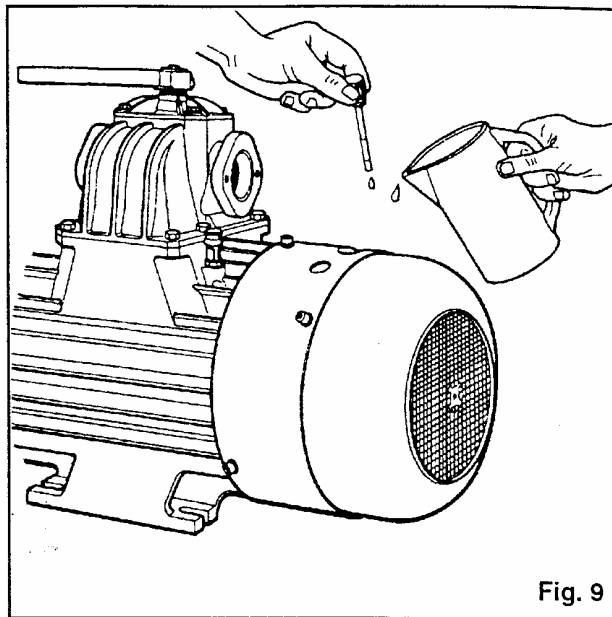
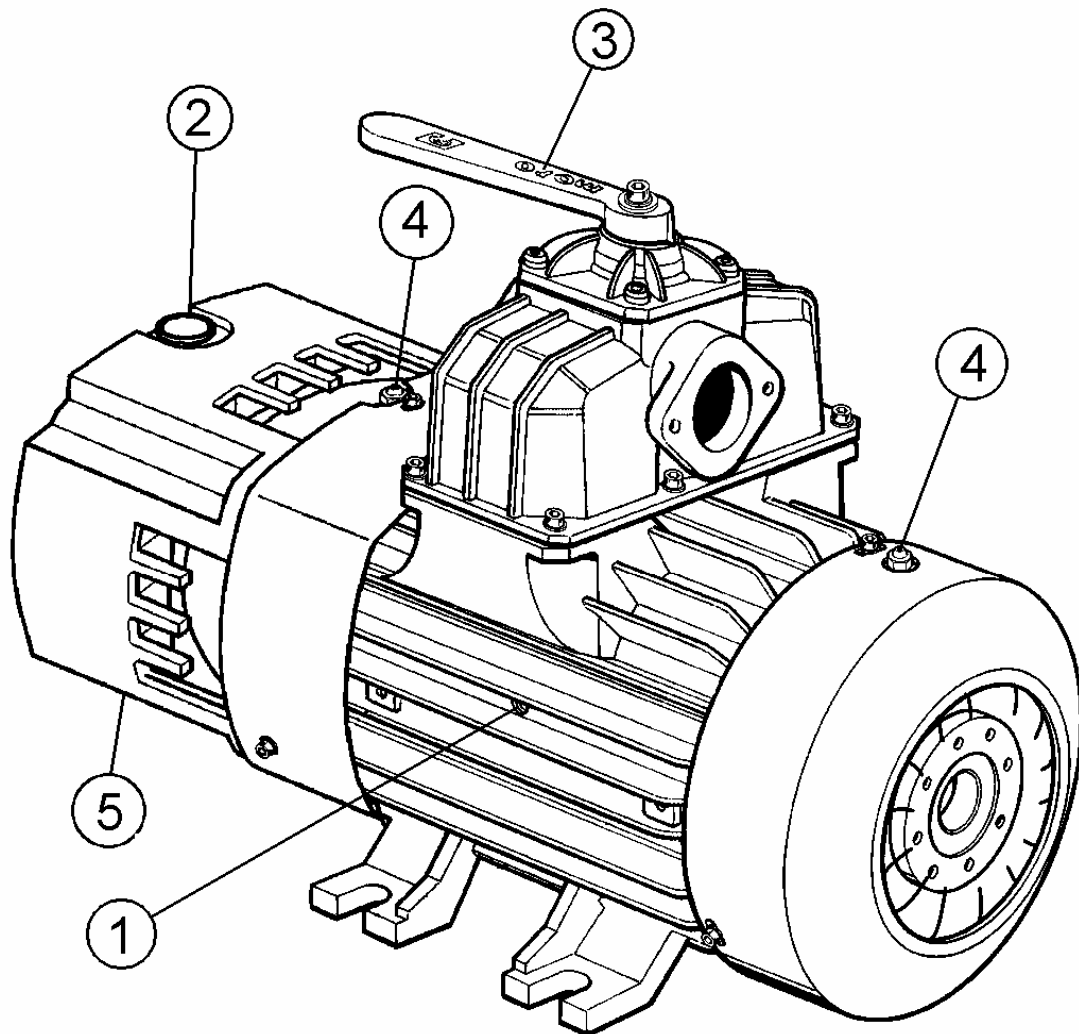
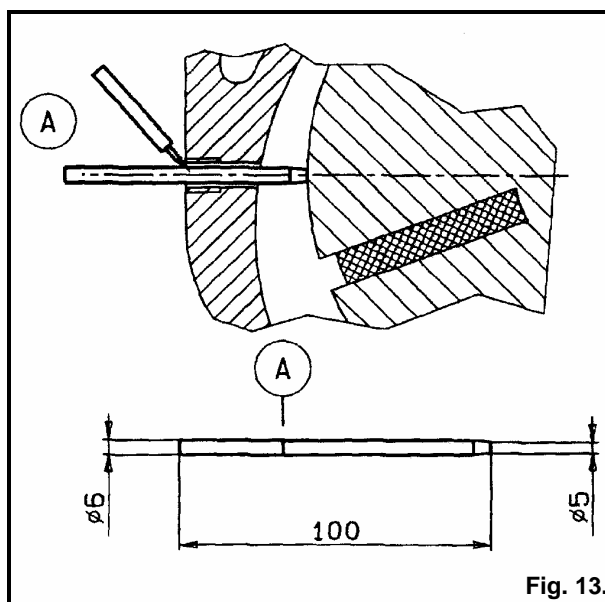
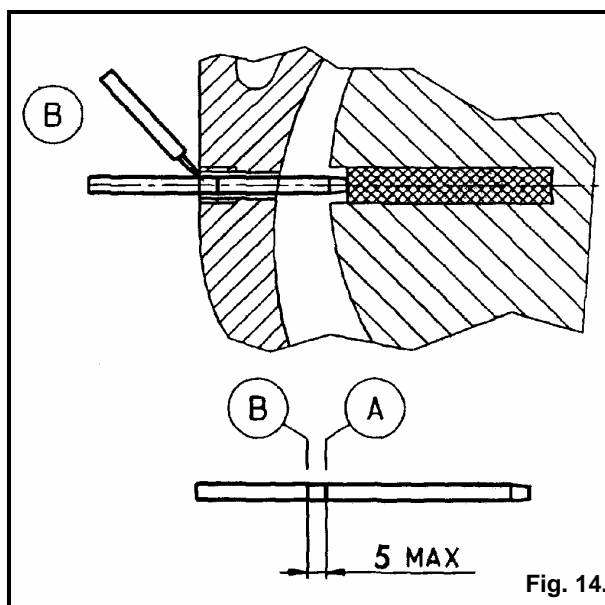

Fig. 9
Fig. 11
Fig. 13.
Fig. 14.
| <p style="text-align: center;">LUBRICANTS</p> <p> The vacuum pump is supplied without oil. Fill it before use. (See table of technical characteristics on page 5).</p> <p>Lubricate the front and rear bearing through the grease nipple (Fig. 11 pag.19) ,with 2 gr of grease every 100 hours).</p> <p>Check the level of the disposable oil in the vacuum pump from time to time by means of the dipstick (fig.9).</p> <p>Additional lubrication. 1 - Vacuum pump. 2 - Extra tank. 3 - Tap. 4 - Pipe. To allow correct lubrication of the vacuum pump even in the first minutes of cold operation, it is advisable to install an extra external oil container and to connect it to the pump intake by means of a pipe with a tap. Turn on the tap and let about 0.2 -0'. 3 kg of oil flow freely into the pump, then turn off the tap. This procedure must also be followed when the pump is expected to be working under pressure for periods of more than 10 minutes.</p> <p>This procedure must also be followed when the pump is expected to be subject to extreme operating conditions:</p> <ul style="list-style-type: none"> • surrounding temperature 35°C • suction or compression of aggressive substances | <p style="text-align: center;">LUBRIFIANTS</p> <p> La pompe à vide est fournie sans huile. Il faut donc effectuer le remplissage de l'huile avant de l'utiliser (Voir tableau des données techniques page 5).</p> <p>Graissage le roulement avant et arriere (Fig. 11 pag.19), (utiliser environ 2 gr de graisse toutes les 100 heures).</p> <p>Contrôler régulièrement le niveau d'huile du réservoir de la pompe à vide à l'aide de la jauge prévue à cet effet (fig.9).</p> <p>Lubrification additionnelle. 1 - Pompe à vide. 2 - Réservoir additionnel. 3 - Robinet. 4 - Tube. Afin de permettre une lubrification correcte de la pompe à vide également durant les premières minutes de fonctionnement à froid, il est conseillé d'installer un récipient supplémentaire externe d'huile et de le relier à un tube ayant un robinet à l'aspiration de la pompe. Ouvrir le robinet et laisser couler librement environ 0,2 □ 0,3 kg. d'huile dans la pompe puis refermer le robinet. Il est également important de prendre cette précaution lorsqu'on prévoit des périodes de fonctionnement à des pressions supérieures à 10 minutes.</p> <p>Cette perspicacité doit être utilisée aussi quand on prévoit emplois lourdes pour la pompe :</p> <ul style="list-style-type: none"> • température extérieure 35°C • aspiration ou compression de substances agressives | <p style="text-align: center;">SCHMIERMITTEL</p> <p> Die Vakuumpumpe wird ohne Öl geliefert und muß vor dem Einsatz folglich aufgefüllt werden. (Siehe Technische Daten Seite 5).</p> <p>Von Zeit zu Zeit Schmierien Sie in den Punkte, die in Fig. 11, Seite 19 gezeigt sind (2 Gr Schmierfett jede 100 Betriebsstunde).</p> <p>Den Stand des Verbrauchsöls der Vakkumpumpe regelmäßig mit Hilfe des Meßstabs kontrollieren (Abb.9).</p> <p>Zusätzliche Schmierung. 1 - Vakuumpumpe. 2 - Zusatztank. 3 - Hahn. 4 - Rohr. Um auch während der ersten Minuten des kalten Betriebs die korrekte Schmierung der Vakuumpumpe sicherzustellen, empfiehlt es sich außen ein zusätzliches Ölgefäß zu installieren und dieses mittels einem Rohr mit Hahn an dem Ansaugteil der Pumpe anzuschließen. Den Hahn öffnen und ungefähr 0,2 □ 0,3 kg Öl frei in die Pumpe fließen lassen, dann den Hahn schließen. Diese Maßnahme muß auch dann getroffen werden, wenn ein Betrieb unter Druck von mehr als 10 Minuten zu erwarten ist.</p> <p>Diese maßnahme muß auch dann getroffen werden, wenn ein Betrieb unter extreme Einsatzbedingungen:</p> <ul style="list-style-type: none"> • Umgebungstemperaturen >35 °C • Saugen oder Druckung von aggressiv Materialien |
Ingrassare periodicamente nei punti indicati in Fig. 11 a pag.19 (2 grammi di grasso ogni 100 ore di funzionamento).
Controllare periodicamente il livello dell'olio a perdere della pompa per vuoto tramite l'asta di controllo livello (Fig.9).
| <p style="text-align: center;">CHECKING VANE WEAR</p> <p>It is possible to check the wear of the rotor vanes without dismantling the pump:</p> <ul style="list-style-type: none"> • Remove the hexagonal socket cap, fig. 11, page 19. • Insert a rod (diameter 6 mm, length 100 mm) in the hole as in figure 13. • Turn the rotor shaft by hand until the rod touches the external diameter of the rotor, figure 13. • With a marking awl, mark the rod at the position of the threaded hole, figure 13. • Turn the rotor again until the rod enters one of the slots in the vanes, figure 14. • Mark the rod with the awl again and measure the difference between the two measurements, figure 14. • The maximum difference may be 5 mm. If it is any larger, all the vanes must be replaced immediately. <p> If all the vanes have to be replaced, apply to an authorized service centre.</p> <p>Working with a worn vane may cause serious damage to the vacuum pump.</p> <p>Failure to follow this warning relieves the manufacturer of all responsibility.</p> <p>After measuring, screw the cap on again with sealing paste or Teflon.</p> <p>ATTENTION: When the cap is not fitted, the flow rate and vacuum are reduced.</p> <p> Insist on original Allestimenti Pompe Moro S.p.a. spare parts.</p> <p>IMPORTANT: For maintenance and/or repairs, use only original spare parts which offer greater quality, reliability and safety. Failure to use original spare parts relieves the manufacturer of all responsibility.</p> | <p style="text-align: center;">CONTROLE DE L'USURE DES PALETTES</p> <p>Le contrôle de l'usure des palettes du rotor peut être effectué sans démonter la pompe. Procéder comme suit:</p> <ul style="list-style-type: none"> • Enlever le bouchon hexagonal encastré (Fig. 11 page 19). • Introduire une baguette ronde (diamètre 6 mm, longueur 100 mm) dans le trou Fig. 13. • Tourner à la main l'arbre du rotor pour que la baguette touche le diamètre externe du rotor (Fig. 13). • Avec un outil pointu, faire une marque sur la baguette à la hauteur du trou fileté (Fig. 13). • Tourner encore le rotor pour que la baguette entre dans une fissure des palettes (Fig. 14). • Avec l'outil pointu, faire à nouveau une marque sur la baguette et mesurer la différences entre les deux marques (Fig. 14). • Cette différence doit être au maximum de 5 mm. Si elle est supérieure, il faut changer immédiatement toutes les palettes. <p> Pour changer les palettes, s'adresser à un service après-vente agréé.</p> <p>Opérer avec des palettes usées peut endommager sérieusement la pompe.</p> <p>Le constructeur décline toute responsabilité en cas d'inobservation de cette indication.</p> <p>Après avoir effectué cette opération, revisser le bouchon en utilisant de la pâte freine-filet ou du Téflon.</p> <p>ATTENTION: Sans le bouchon, la portée et le vide sont réduits.</p> <p> N'utiliser que des pièces détachées d'origine.</p> <p>IMPORTANT: Pour l'entretien et/ ou les réparations, n'utiliser que des pièces détachées d'origine offrant toutes les caractéristiques de qualité, fiabilité et sécurité. Le constructeur décline toute responsabilité en cas d'utilisation de pièces détachées non d'origine.</p> | <p style="text-align: center;">KONTROLLE DES SCHAUFELVERSCHLEISSES</p> <p>Der Verschleißzustand der Läuferschaufeln kann ohne Auseinandernehmen der Pumpe kontrolliert werden:</p> <ul style="list-style-type: none"> • Den versenkten Sechskantdeckel (Abb.11, Seite 19) abnehmen. • Einen Rundstab (Durchmesser 6 mm, Länge 100 mm) in das Loch stecken (Abb.13). • Die Motorwelle von Hand drehen, bis der Rundstab den Außendurchmesser des Läufers berührt (Abb.13). • Mit einer Anreißnadel den Rundstab auf Höhe des Gewindelochs markieren (Abb.13). • Nochmals den Läufer drehen, bis der Rundstab in einen Schlitz der Schaufeln eindringt (Abb.14). • Nun erneut den Rundstab markieren und den Unterschied zwischen den beiden Meßwerten feststellen (Abb.14). • Dieser Unterschied darf höchstens 5 mm betragen. Falls der Unterschied größer sein sollte, müssen umgehend alle Schaufeln ersetzt werden. <p> Falls die Schaufeln ausgewechselt werden müssen, wenden Sie sich am besten an eine Vertragswerkstätte.</p> <p>Der Betrieb mit verschlissenen Schaufeln kann die Vakuumpumpe schwerwiegend beschä-digen. Die Nichtbeachtung dieses Hinweises befreit den Hersteller von jeder Haftungspflicht.</p> <p>Nach dem Meßvorgang den Deckel wieder mit Hilfe von Dichtmasse oder Teflon einschrauben.</p> <p>ACHTUNG: bei fehlendem Deckel wird die Förderleistung und Vakuumherzeugung verringert.</p> <p> Verlangen Sie stets Original-Ersatzteile von Allestimenti Pompe Moro S.p.a.</p> <p>WICHTIG: Verwenden Sie für Wartungs- und/oder Reparaturarbeiten ausschließlich Original-Ersatzteile, welche die besten Merkmale hinsichtlich Qualität, Zuverlässigkeit und Sicherheit bieten. Die mangelnde Verwendung von Original-Ersatzteilen enthebt den Hersteller von jeder Verantwortung.</p> |
- Rimuovere il tappo ad esagono incassato fig. 11 pag. 19.